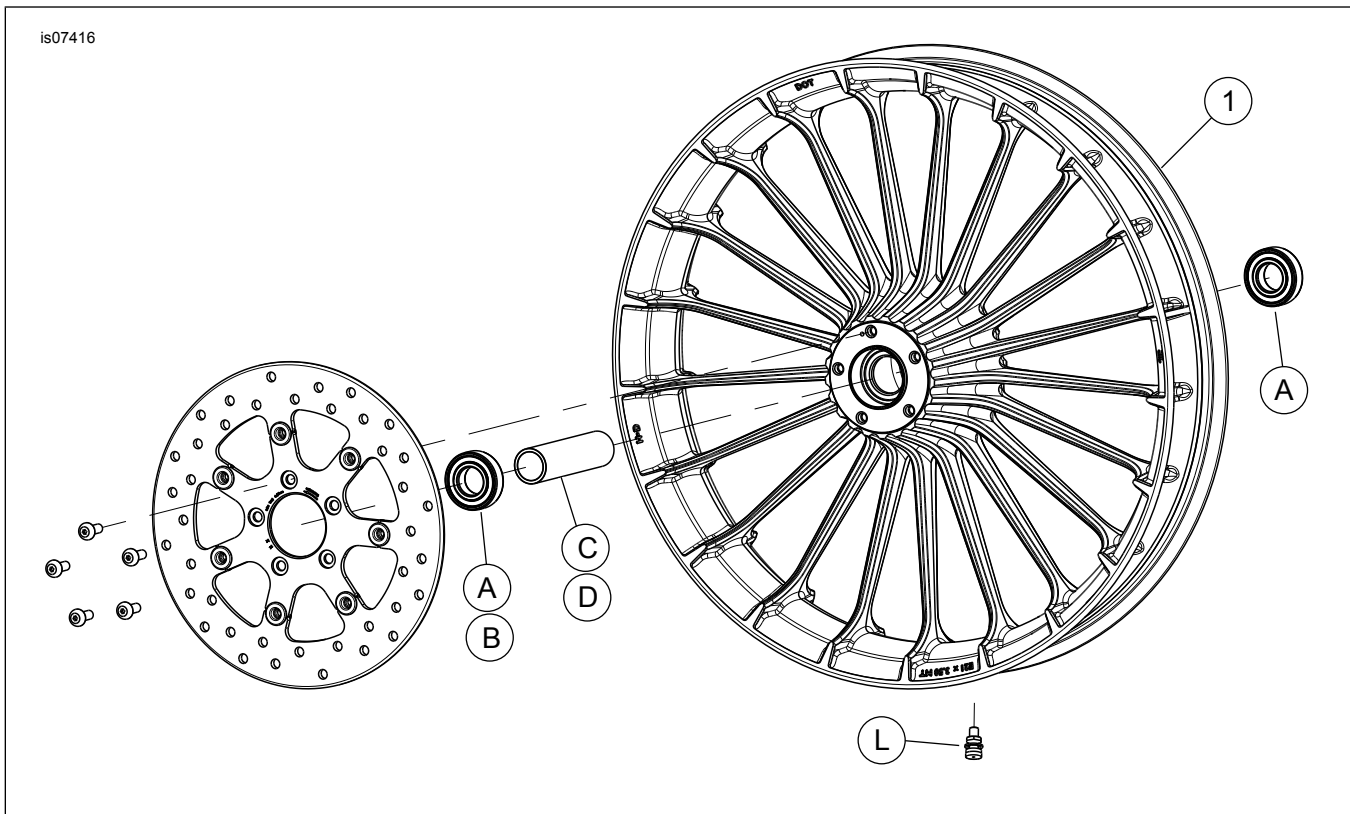

Figura 2. Peças de reposição: Roda turbina dianteira
Este kit inclui somente a roda personalizada. Consultar Figura 2 e Tabela 2.
- 2. Ver Figura 2 . Instale o conjunto da haste da válvula (L) na roda. Veja o manual de serviço.